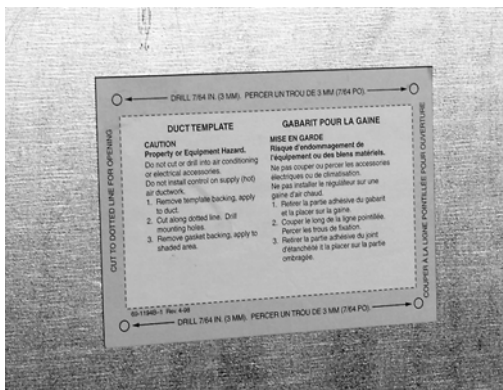

Fig. 36. Fixation du gabarit d'installation.
2. Enlever la pellicule à l'endos du gabarit de montage et coller celui-ci horizontalement sur la gaine. Voir la figure 36.